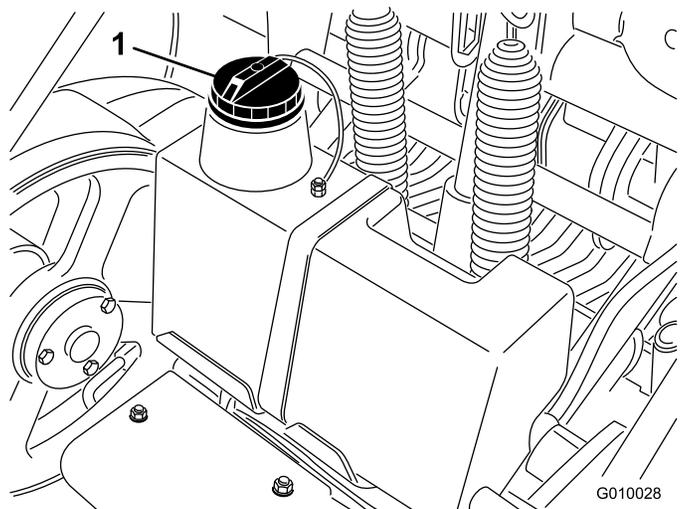

図 18
3. 油圧オイルタンクの注油口周辺をきれいに拭き、キャップ(図 18)を外す。給油口からキャップを取る。